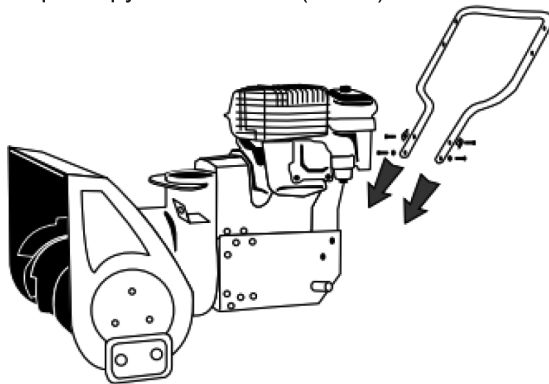

Рис. 2
1. Установите машину на ровную площадку. Установите нижнюю часть рукоятки на раму и зафиксируйте болтами (Рис.2).